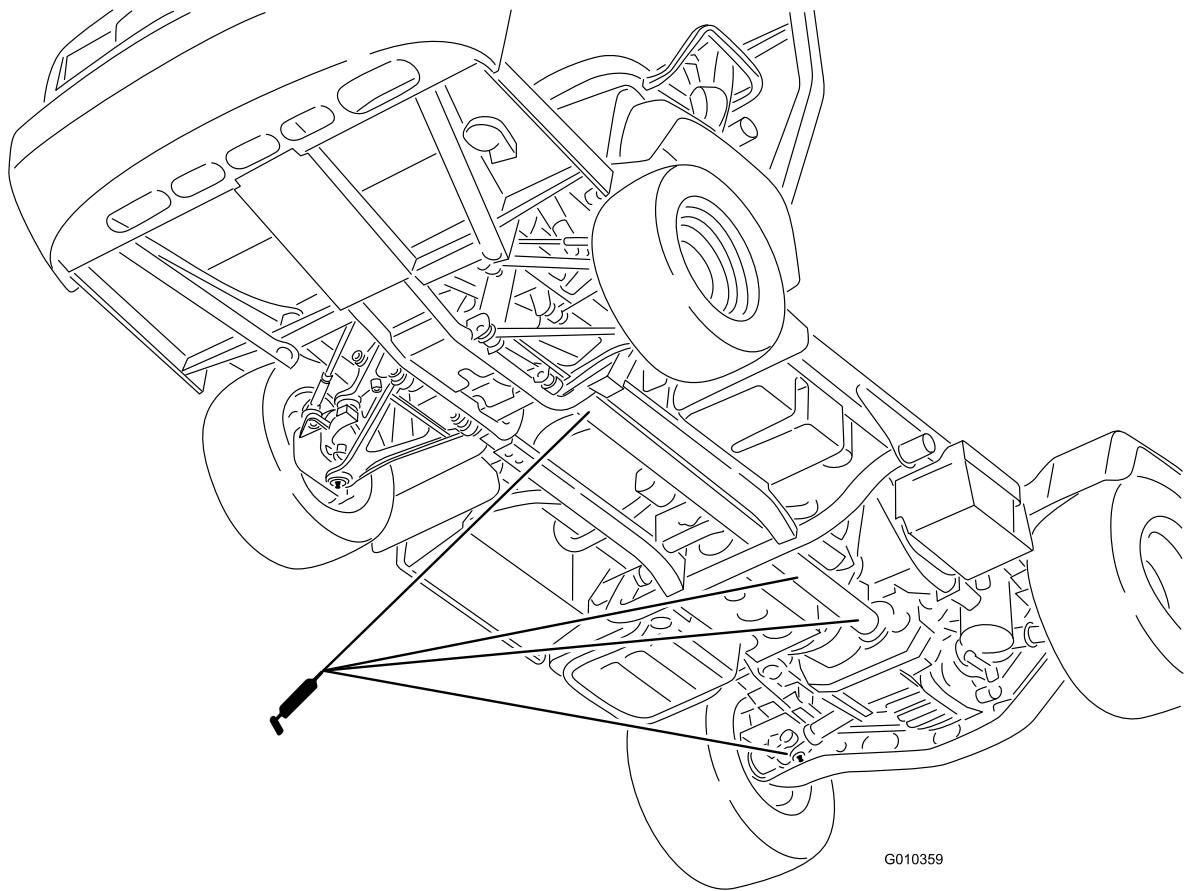

Figura 42
- Articulación en U (18) y árbol de la transmisión a 4 ruedas (3), según se muestra en Figura 42